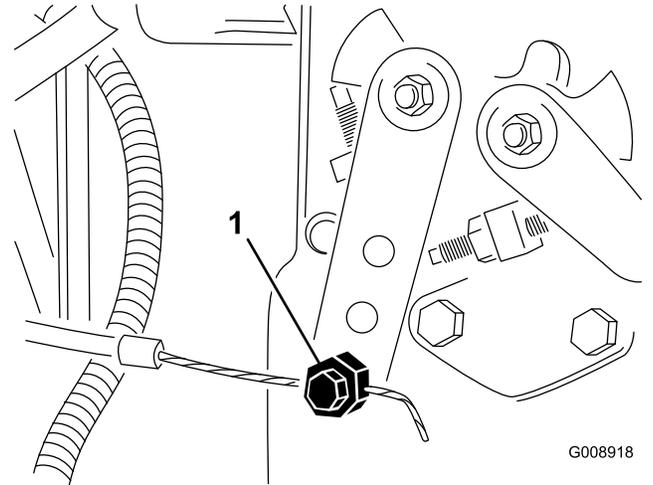

図 72
2. 噴射ポンプのレバーアーム 図 72 の部分にあるスロットルケーブルのコネクタをゆるめる。